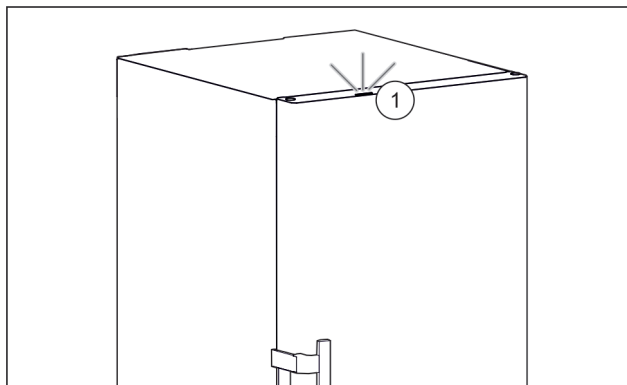

Fig. 89 Aktív állapotjelző lámpa zárt ajtó esetén
- ▶ Állapotjelző lámpa Fig. 89 (1) aktiválva.